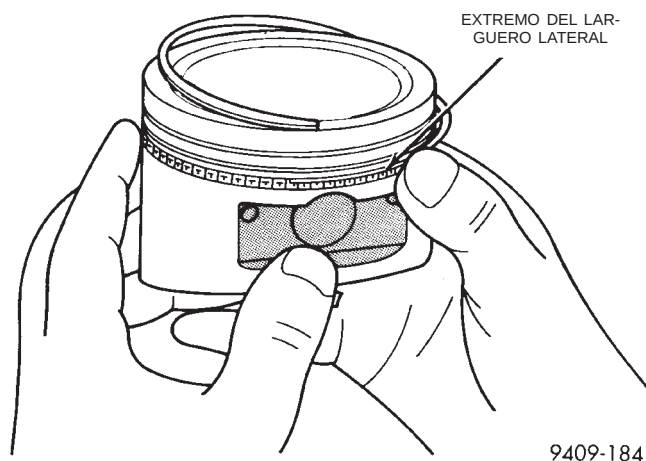

Fig. 118 Instalación del larguero lateral
f. Instale el larguero lateral, colocando un extremo entre la acanaladura del aro de pistón y el expansor. Sostenga el extremo firme y presione hacia abajo la porción que se instala, hasta que el larguero lateral esté en su sitio. **No utilice el expansor del aro de pistón (Fig. 118).**